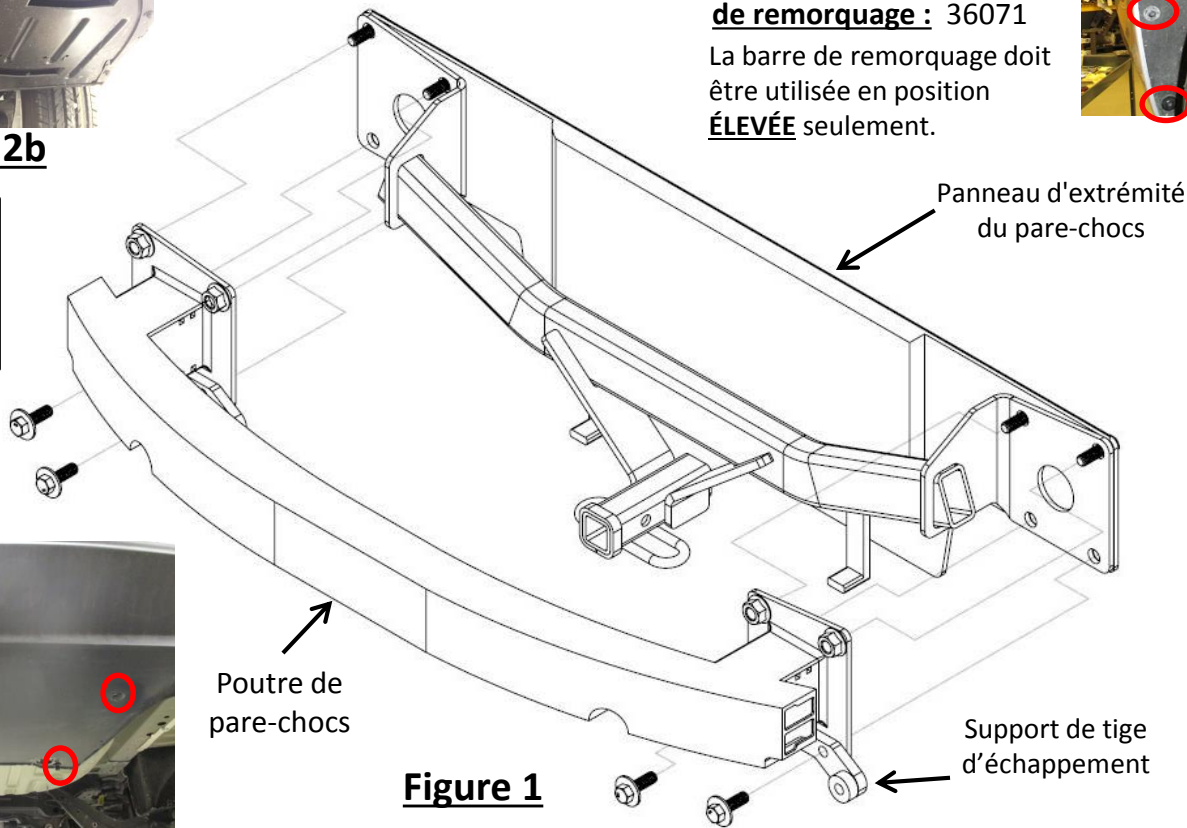

Figure 1
- Installation de l'attelage** – Soulever l'attelage et aligner les deux trous supérieurs de l'attelage sur les goujons du panneau d'extrémité. Soulever la poutre de pare-chocs et les supports de tige d'échappement pour intercaler l'attelage, voir la **Figure 1**. Réutiliser les écrous à embase et les boulons et les serrer lâchement.